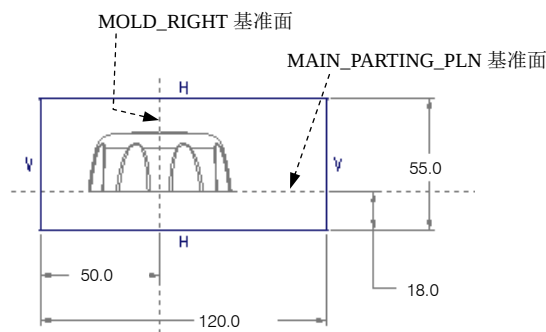

图 18.3.5 截面草图
③ 进入截面草绘环境后，选取 MOLD_FRONT 和 MAIN_PARTING_PLN 基准平面为草绘参考，绘制如图 18.3.5 所示的截面草图，完成特征截面的绘制后，单击“草绘”操控板中的“确定”按钮 。